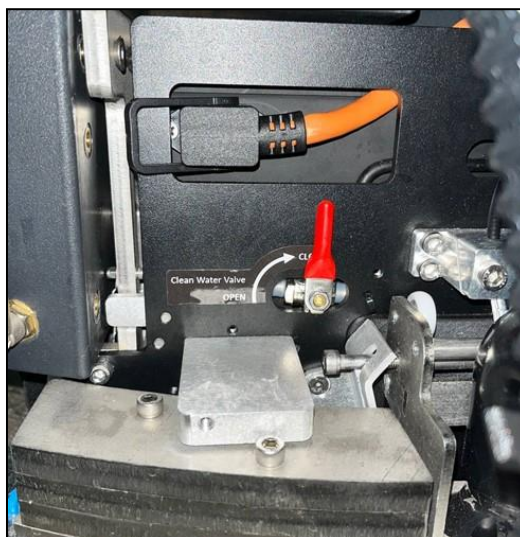

Fig. 1
1. Sluit de waterklep en ontkoppel de schoonwaterslangen aan de linker- en rechterkant (Fig 1).